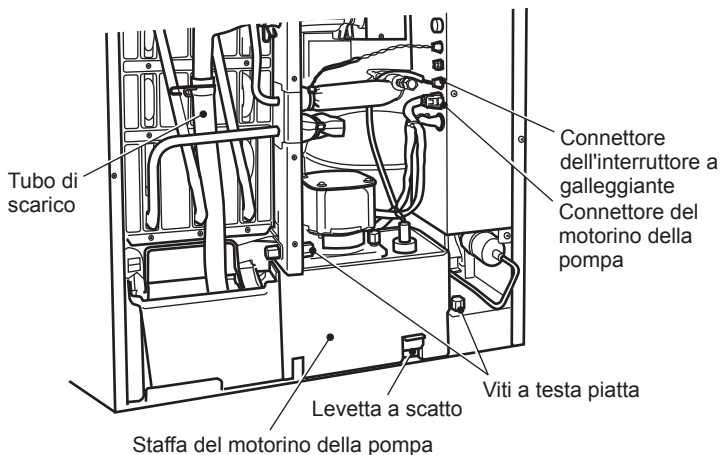

Fig. 2
- 2) Allentare le due viti a testa piatta che fissano la staffa del motorino della pompa. Vedere Fig. 2.
Assicurarsi di far passare il tubo di scarico dietro il tubo in rame e collegarlo saldamente. Vedere Fig. 2. Diversamente, il tubo di scarico potrebbe rimanere impigliato nell'isolamento anteriore, con conseguenti risultati inadeguati.